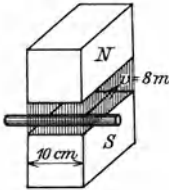

Abb. 56. Erläuterung zu Aufgabe 140.
**140.** Welche EMK entsteht in einem Leiter, der auf 10 [15] cm Länge mit 8 [10] m/sec Geschwindigkeit senkrecht zu den Feldlinien in einem konstanten magnetischen Felde von der Dichte 5000 [7000] Gauß bewegt wird, wie Abb. 56 zeigt?